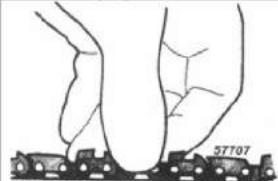

Fig. PP7
4. Vérifier à la main la rotation de la chaîne (Fig. PP7). La chaîne doit être serrée mais doit rester libre de mouvement.